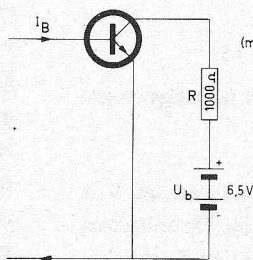

Fig. 13
⑤ Van de transistor uit fig. 13 geldt de in fig. 14 gegeven benaderde $I_C - U_{CE}$ karakteristiekenbundel.